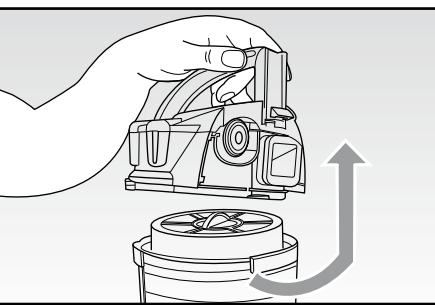
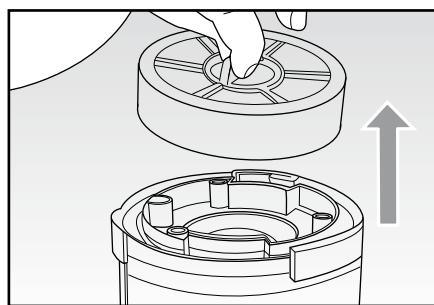

Fig. 8
Fig. 9
- Per una pulizia completa del contenitore (A) è necessario smontarlo in ogni sua componente, operando come di seguito descritto:
- rimuovere il filtro completo ruotandolo in senso antiorario (Fig. 8); quindi estrarre il filtro sottostante (Fig. 9);